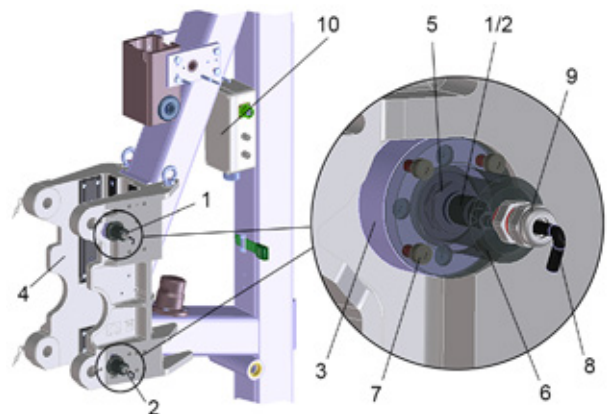

Bild 8-24
- Hierfür die Zylinderschrauben (2) demontieren und Rasterscheibe vom Getriebe (3) abnehmen.
- Für die Montage des Getriebemotors wie bei Abbildung 8-24 beschrieben vorgehen.